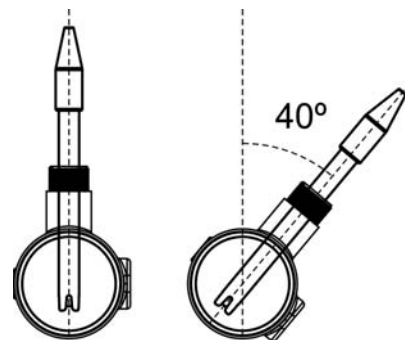

Fig. 13
4. **Instalar siempre la sonda de pH preferiblemente en posición vertical o con una inclinación máxima de 40°** (Fig. 13).